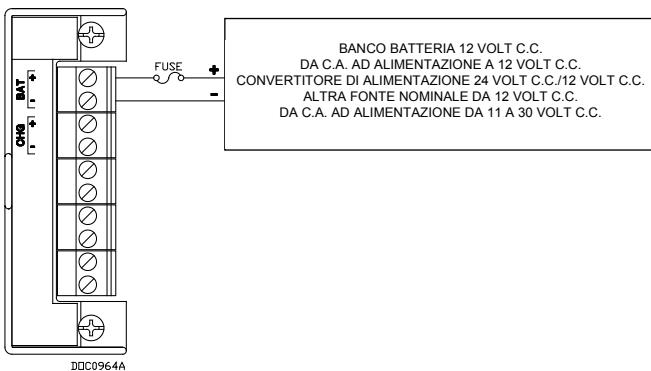

Figura 5. Cablaggio alimentazione a 12 V c.c. e BAT+/BAT-
- dall'alimentazione a 12 V c.c. al morsetto sotto il morsetto a vite BAT+/BAT- corrispondente (vedere la Figura 5) OPPURE
- dall'alimentazione a 24 V c.c. nel morsetto sotto il morsetto a vite +/-; corrispondente. Il terminale + deve inoltre essere dotato di un fusibile (vedere la Figura 5) OPPURE
- dall'alimentazione a 11-30 V c.c. nel morsetto sotto il morsetto a vite +/- corrispondenti (vedere la Figura 5)